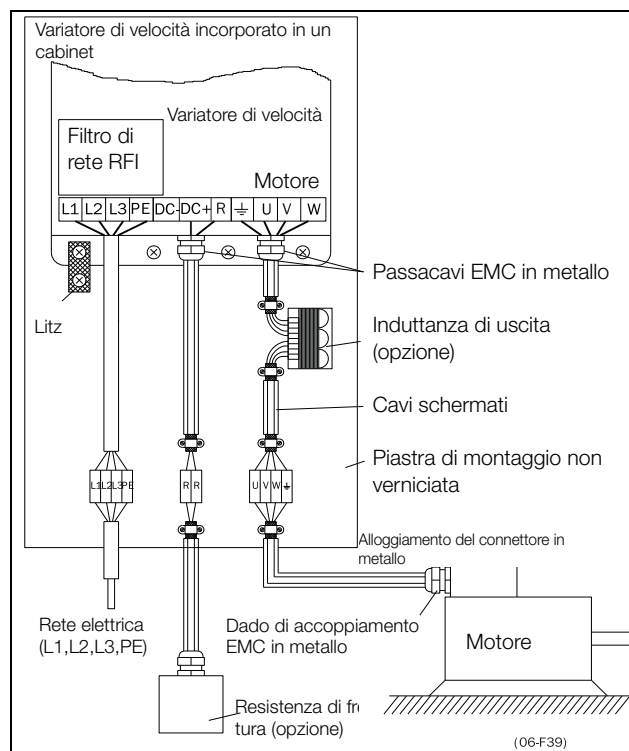

Fig. 48 Variatore di velocità in un cabinet su piastra di montaggio.
- Il collegamento di terra litz, vedere la fig. 48, è necessario solo se la piastra di montaggio è verniciata. Tutti i variatori di velocità hanno la parte posteriore non verniciata e sono pertanto idonei per essere montati su una piastra di montaggio non verniciata.
- Il collegamento di terra litz, vedere fig. 48, è necessario solo se la piastra di montaggio è verniciata. Tutti i variatori di velocità hanno la parte posteriore non verniciata e sono pertanto idonei per essere montati su una piastra di montaggio non verniciata.
Se i cavi del motore devono essere interrotti da interruttori di manutenzione, bobine di uscita e altro, è necessario che la schermatura non venga interrotta utilizzando alloggiamenti in metallo, piastre di montaggio metalliche e così via, come illustrato nella fig. 48.
- Se il variatore di velocità è montato in un cabinet standard, i cavi interni devono essere conformi alla norma EMC. La Fig. 48 mostra un esempio di variatore di velocità incorporato in un cabinet.